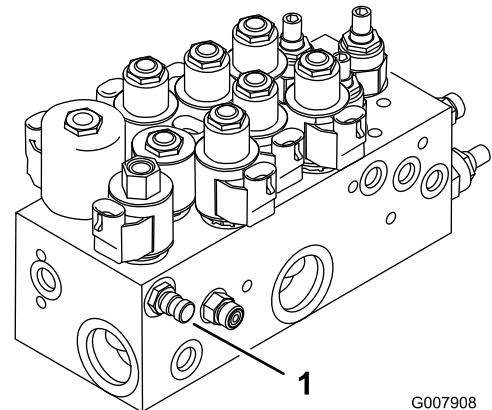

Figure 75
1. La prise d'essai A (Figure 75) est utilisée dans les contrôles de dépannage du circuit hydraulique des vérins de levage.